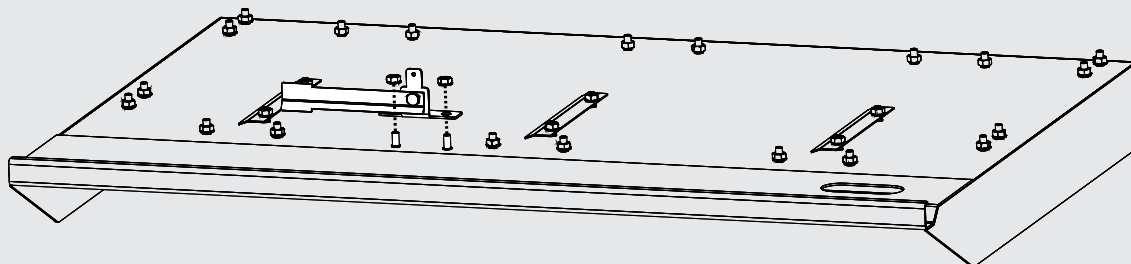

Figure 2
2. Installer le support central à l'aide des deux (2) écrous se trouvant déjà sur les tiges filetées de la plaque. **(Figure 2)**